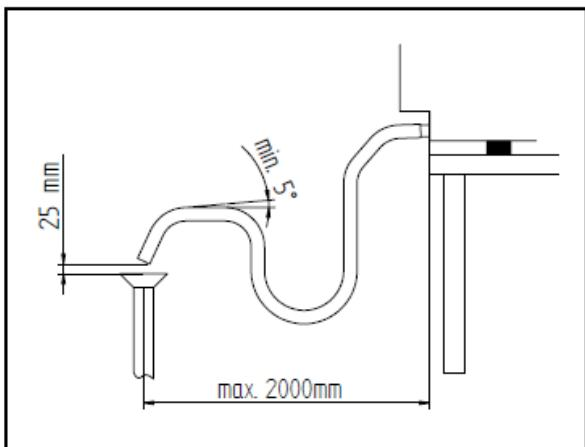

FIG. 1
**Desagüe** - De la parte posterior del aparato sale un tubo de desagüe (Fig. 1) que permite el drenaje de la cámara de cocción. A este tubo se conecta un otro tubo con un diámetro interior de 16 mm (DN 16) resistente a las temperaturas del vapor. Para evitar estrangulaciones se aconseja que las tuberías sean de tipo rígido y que a lo largo del recorrido del desagüe no